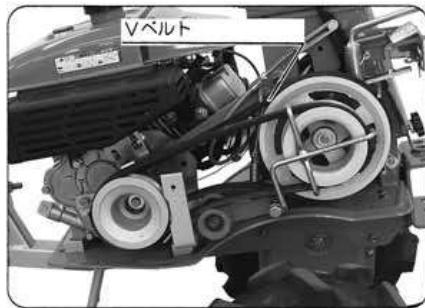

図1
- ❶ 走行用のVベルトの摩耗や損傷ならびにゆるみがあれば、調節や交換をしてください。(図1)